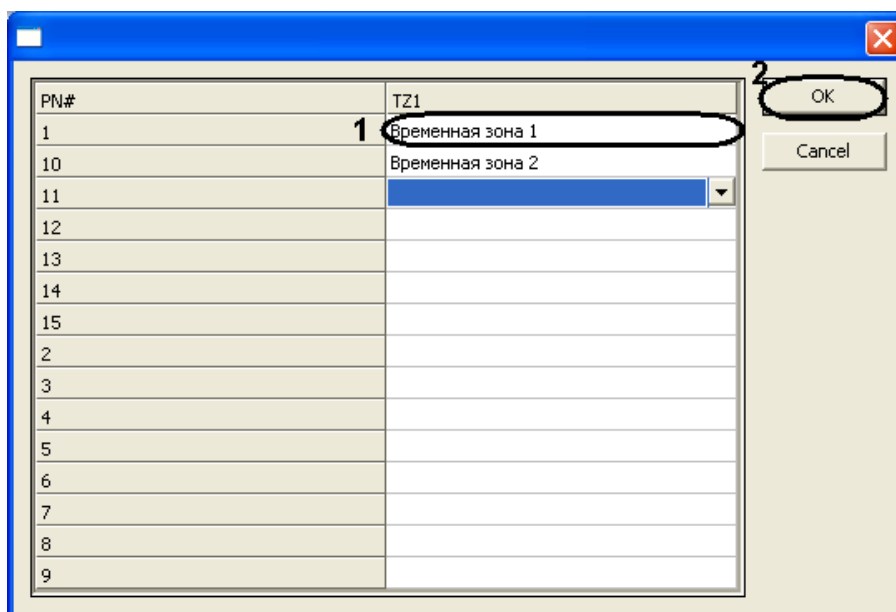

Рис. 3.8—3 Настройка Временных Зон
- 5.2 Для подтверждения внесенных изменений нажать на кнопку **OK** (Рис. 3.8—3, 2).
6. Для сохранения внесенных изменений нажать на кнопку **Применить** (Рис. 3.8—2, 5).